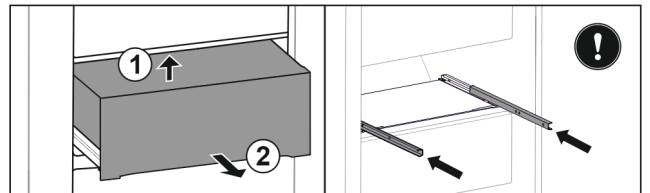

Fig. 37 *
- ▶ Підняти знизу назад Fig. 37 (1)*
- ▶ Витягнути вперед Fig. 37 (2)*